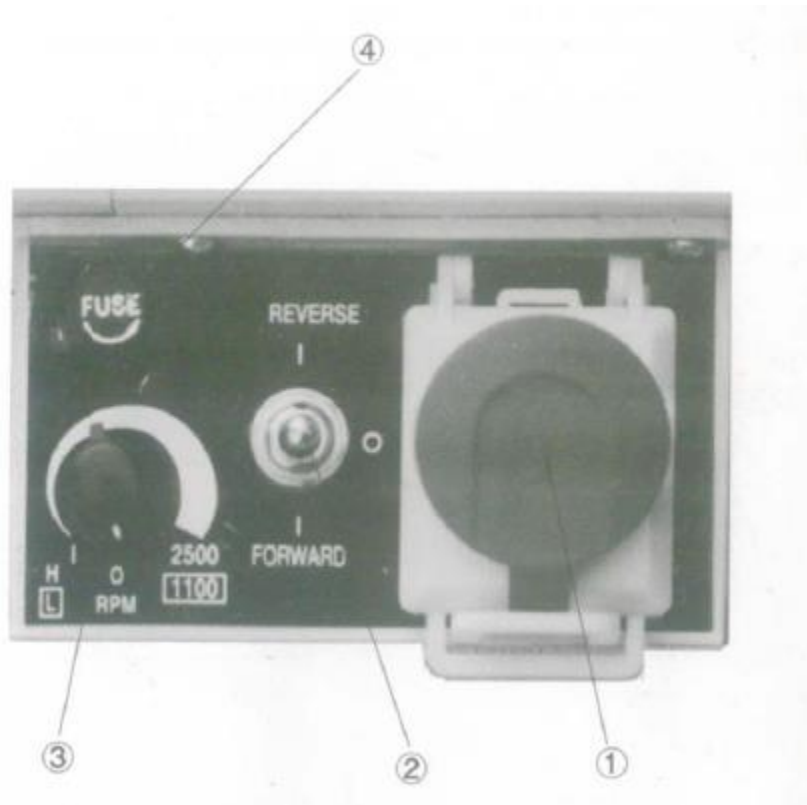

Рис.4 Переключатели для управления
5. Для начала отключите выключатель ①. Отрегулируйте переключатель ③, установив его в положение «0» и установите переключатель ② в положение СТОП. Если необходимо запустить токарный станок, поверните переключатель ① в направлении, указанном на переключателе до нормального положения и установите переключатель ② в положение ВПЕРЕД или НАЗАД.
Шпиндель будет вращаться сразу после поворота переключателя ③. Скорость можно регулировать с помощью поворота переключателя ③. Если необходимо остановить токарный станок установите переключатель ③ в положение «0». Если необходимо поменять направление шпинделя токарного станка, установите переключатель ③ в положение «0». Если необходима аварийная остановка токарного станка, немедленно установите на место переключатель ①. Если необходимо снова запустить токарный станок, выполните вышеуказанные действия еще раз. (СМ. Рис.4)